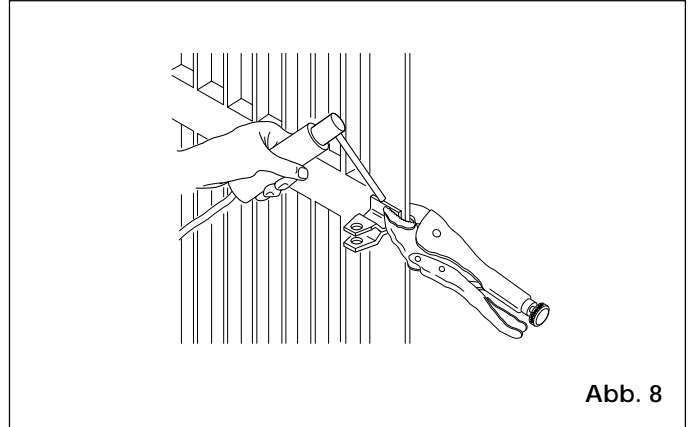

Abb. 8
- 11) Vorderen Anschluß endgültig an den Flügel schweißen. Bei diesem Vorgang den Anschluß des Antriebs vorübergehend lösen, um letzteren vor Schweißspritzern zu schützen (Abb. 8).